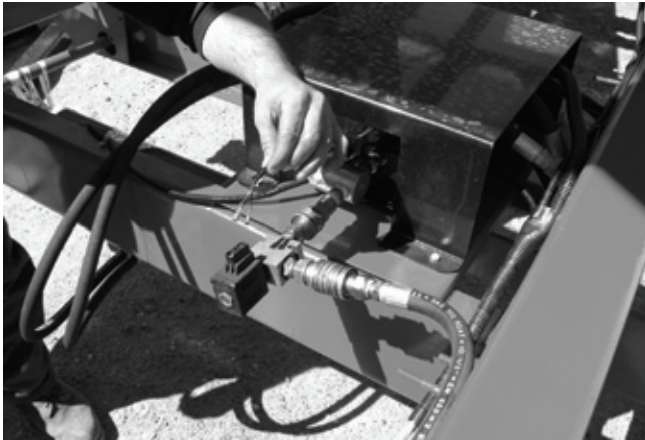

Figure 9
- 5) Pour les tracteurs à circuit hydraulique fermé, installer le kit de conversion P-6890CF. La valve solénoïde en option doit être reliée au circuit hydraulique et au circuit électrique. (Figure 9). **Note:** Les circuits hydrauliques fermés ou «load sensing» n'ont pas besoin de cette valve.